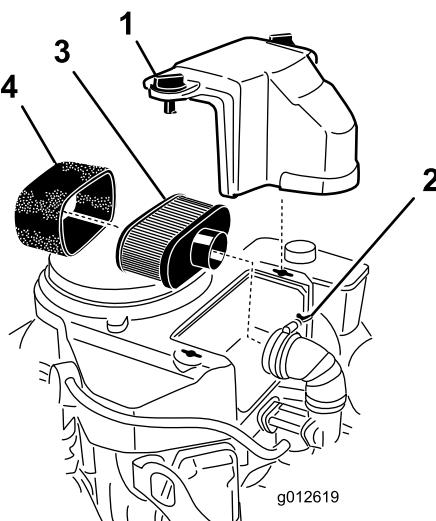

Figure 25
3. Nettoyez la surface autour du filtre à air pour éviter que des impuretés n'endommagent le moteur en tombant à l'intérieur (Figure 25).
4. Dévissez les boutons du couvercle et déposez le couvercle du filtre à air (Figure 25).
5. Dévissez le collier et déposez le filtre à air (Figure 25).
6. Sortez délicatement l'élément en mousse de l'élément en papier (Figure 25).
1. Ne nettoyez pas l'élément en papier, remplacez-le (Figure 25).
1. Glissez délicatement l'élément en mousse sur l'élément en papier (Figure 25).
2. Posez l'ensemble filtre à air sur sa base et fixez-le en place avec les 2 écrous à oreilles (Figure 25).
3. Mettez le couvercle du filtre en place et serrez le bouton (Figure 25).